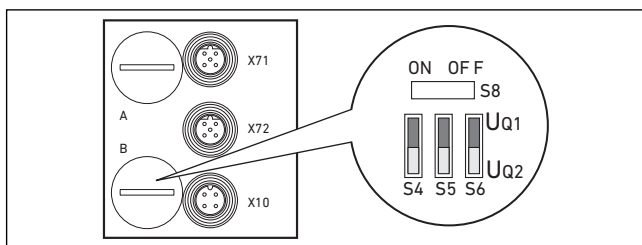

Fig. 9: Interruttori S4, S5, S6 per l'assegnazione delle tensioni di alimentazione delle valvole (U_{Q1} , U_{Q2}).
Gli interruttori S4, S5 e S6 per l'assegnazione dell'alimentazione delle valvole si trovano al di sotto del coperchio a vite PG B (ved. Fig. 9). A ogni interruttore sono assegnate:
1. Aprire il coperchio a vite inferiore **B** (ved. Fig. 9 a pagina 259).
2. Servendosi degli interruttori S4 - S6, assegnare ad ogni gruppo valvola una delle tensioni di alimentazione U_{Q1} o U_{Q2} (ved. Tab. 14 e Fig. 9 a pagina 260).